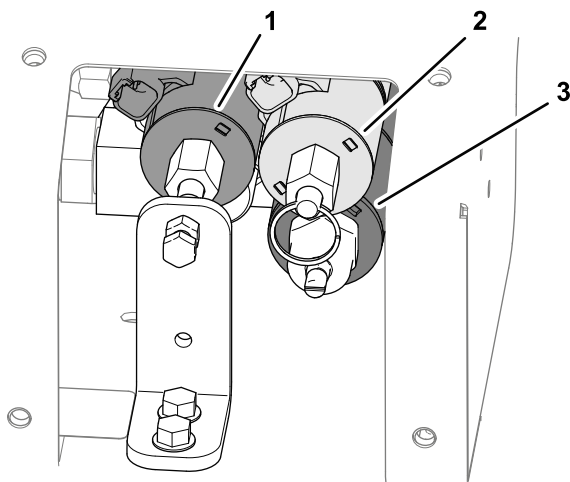

Bild 33
3. Suchen Sie die drei Steuerventile (Bild 33).